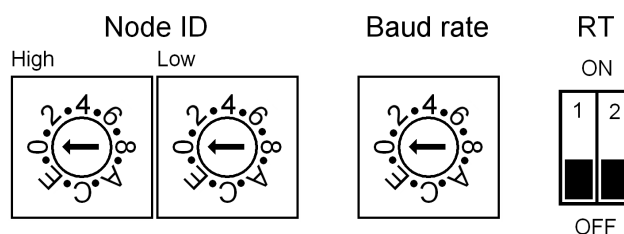

Figura 4: Selettori
4.4 Selettori (Figura 4)
4.4.1 Indirizzo nodo: Node ID (Figura 4)
4.4.2 Velocità di trasmissione dei dati: Baud rate (Figura 4)
4.4.3 Resistenza di terminazione: RT (Figura 4)